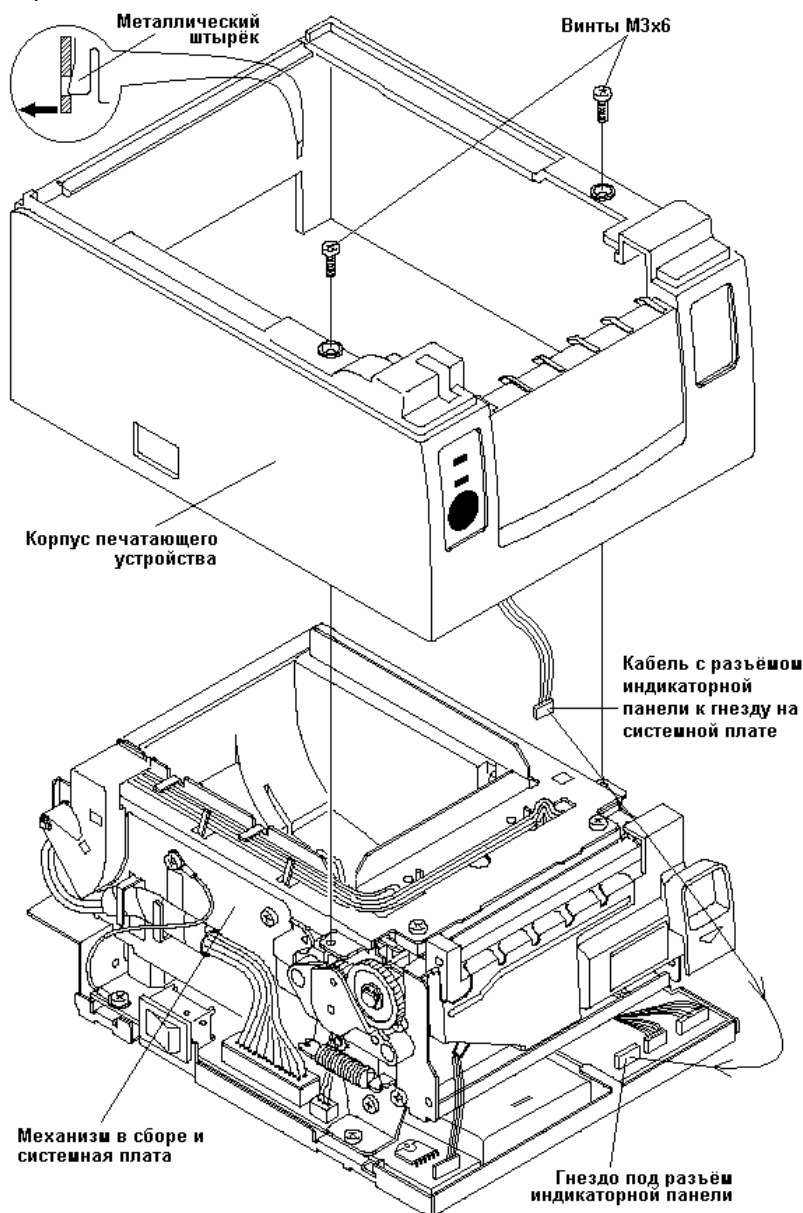

Рисунок 2 Корпус печатающего устройства
Отсоединение пластмассового корпуса печатающего устройства (см. Рис. 2):
2. Открутите два винта М3х6 (см. Рис. 2), которые удерживают пластмассовый корпус.
3. Отогните заднюю часть пластмассового корпуса так, чтобы металлические штырьки вышли из прямоугольных отверстий на задней части корпуса (см. Рис. 2).
отсоединить разъём кабеля индикаторной панели от гнезда на системной плате (см. Рис. 2).